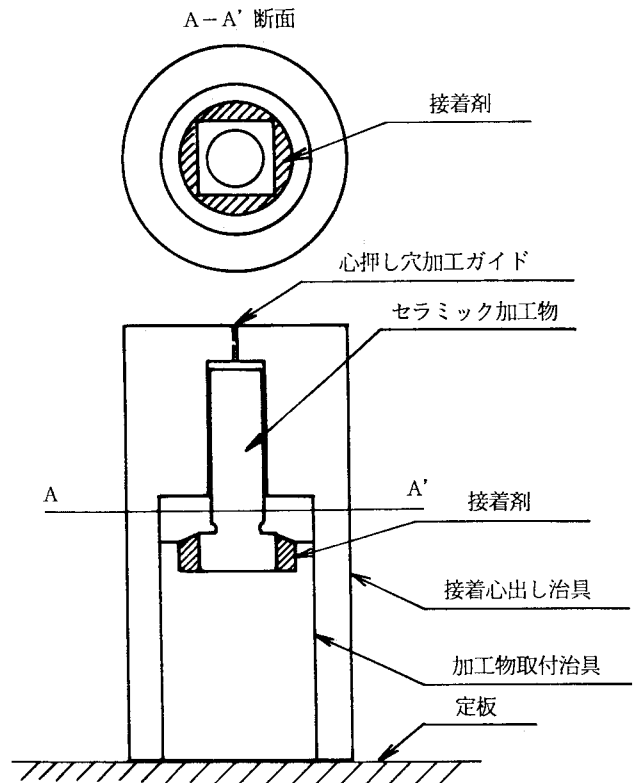

図3-1
- ・接着要領は実技課題（1）2-（2）を参照して、図3-1に示すように接着する。